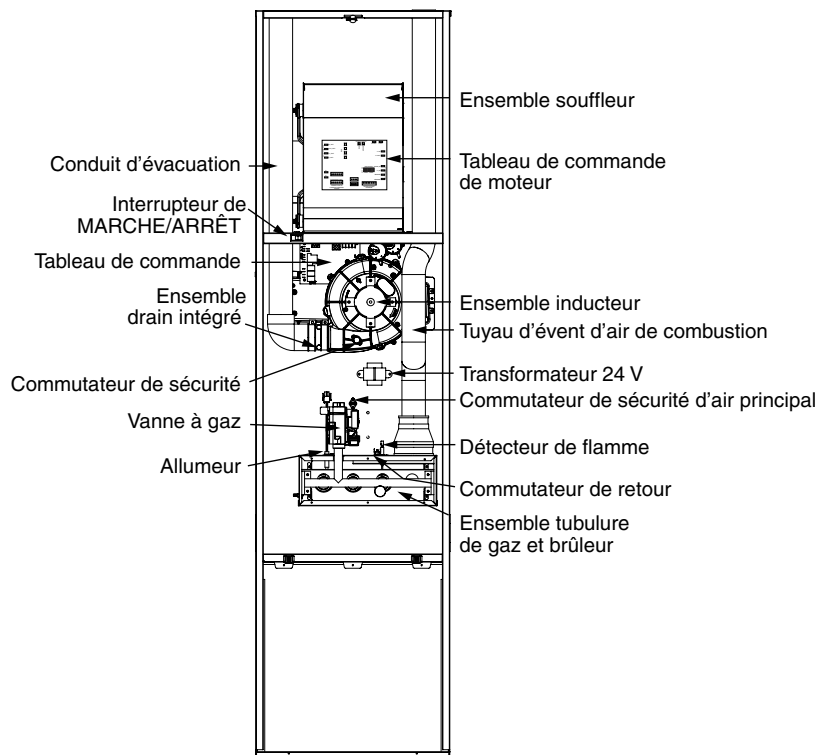

Figure 3. Composants des fournaies MG2S
2. L'interrupteur (à l'intérieur du compartiment de souffleur) est-il en position de marche (ON)? Voyez la Figure 3, \(page 8\).
Les composants de la fournaise illustrés à la Figure 3 facilitent l'identification et le repérage des différentes pièces de la fournaise. Il est essentiel que vous vous familiarisiez avec le robinet de gaz. Vous utilisez ce robinet pour mettre la fournaise en marche ou l'arrêter. Il n'y a aucune autre pièce réparable. Toutes les réparations doivent être effectuées par un technicien en CVC agréé.